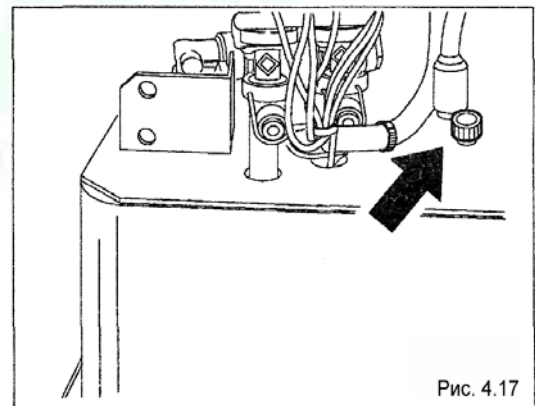

Рис. 4.17
- Снимите крышку, которая находится на верхней поверхности блока охлаждения, и вставьте сливной шланг бака для горячей воды для растворимых напитков, проходящий вдоль желоба для жидких отходов (рис. 4.17).